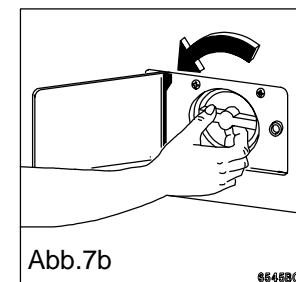
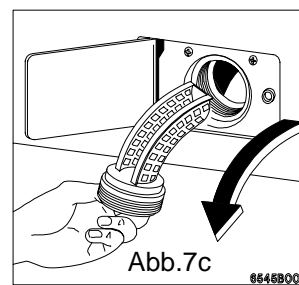

Abb.7b
Abb.7c
- Flusensieb gründlich reinigen (Abbildung 7b) (Abbildung 7c).